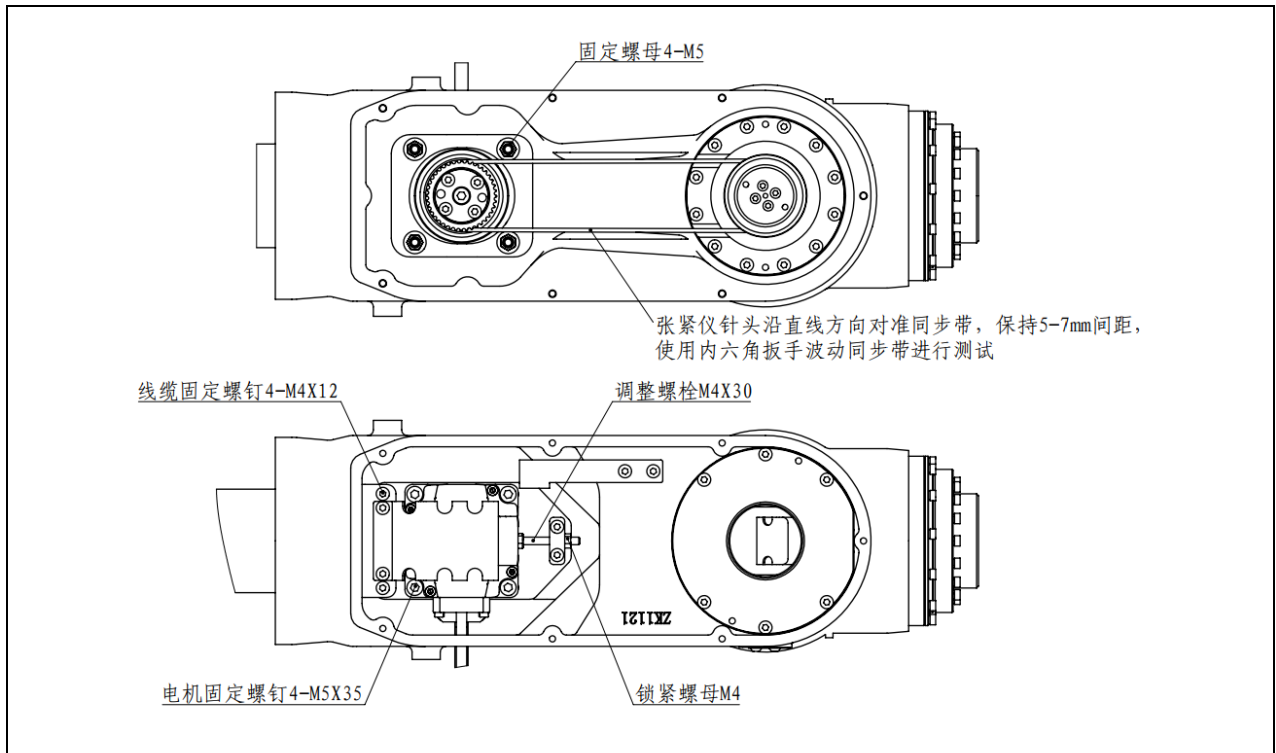

图 5-4 同步带张紧位置示意图 (ER8-1500-CW、ER8-2000-CW)
2. 如图 5-4，拆下盖板后，即可看到 J5 轴同步带，调整螺栓及锁紧螺母；